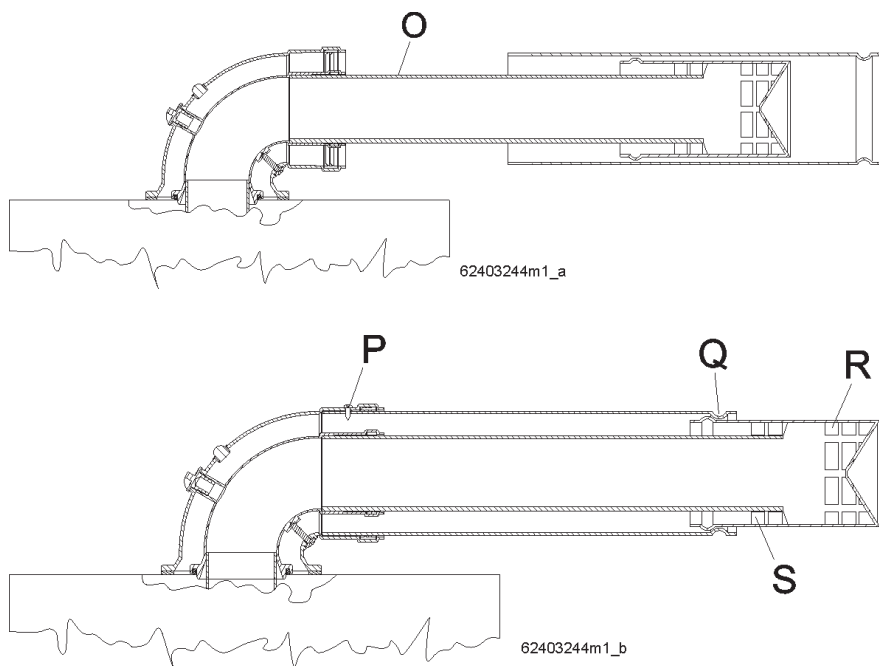

Figura 29 - Corretta installazione del condotto coassiale
**ATTENZIONE!!!** Seguire scrupolosamente le fasi di installazione del condotto coassiale come illustrato in figura 29. In particolare occorre:
**ATTENZIONE !!!** Una volta eseguite le operazioni di cui sopra, verificare che le griglie di aspirazione aria "S" e di scarico fumi "R" escano entrambe dal condotto esterno, e che le battute "Q" siano rispettate come da figura 29.